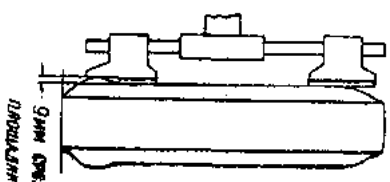

Рис. 61. Приспособление для регулировки развала колес при углах 175—15°.
**Примечание:** при регулировке на стенде угла развала колес автомобиля, угол наклона шинами 175—15°, нижняя лапка приспособления должна иметь срез площадки размером 9 мм (рис. 61). При наличии стандартного среза 4—5 мм и показанном стенде необходимо добавить поправку +0°30', иными словами, при показании на шкале прибора минус 30' фактический развал будет равен 0°. При регулировке наклона шкворня вперед или назад автомобиль следует установить на стенд с точностью не менее 5 мм между центрами колес и центрами поворотных головок.